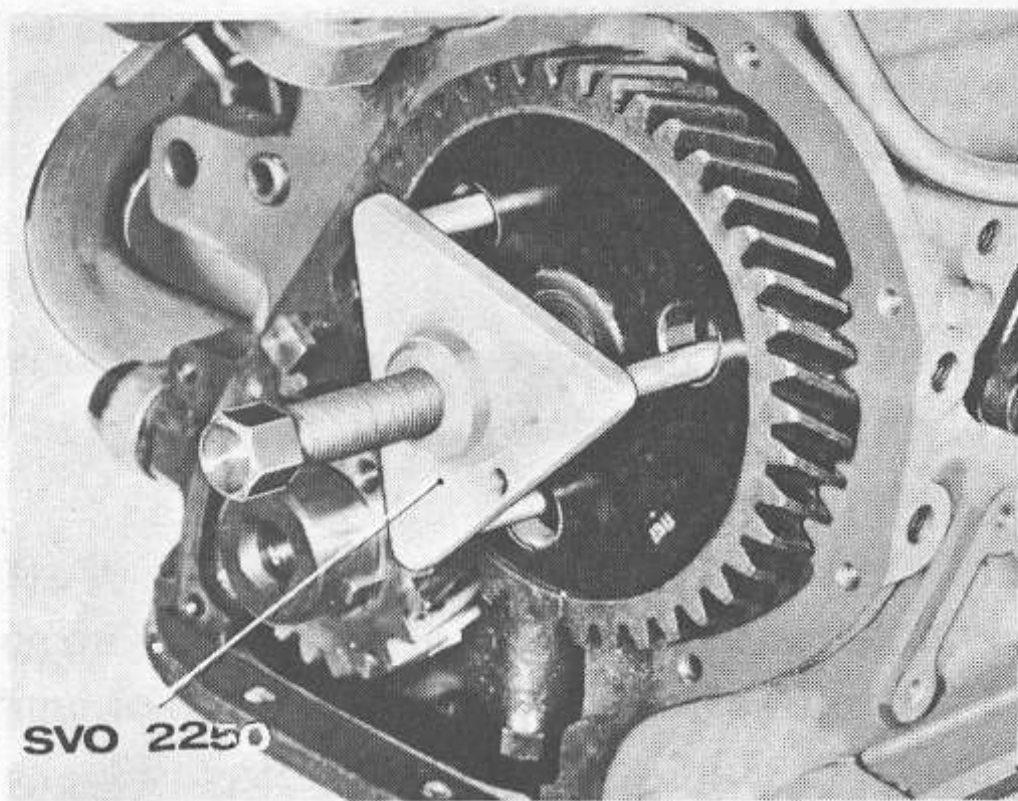

Bild C12 Demontering av kamaxelhjul(4-cyl. motor)
3. Demontera kamaxelmuttern och drag av hjulet med avdragare SVO 2250, se bild C12.